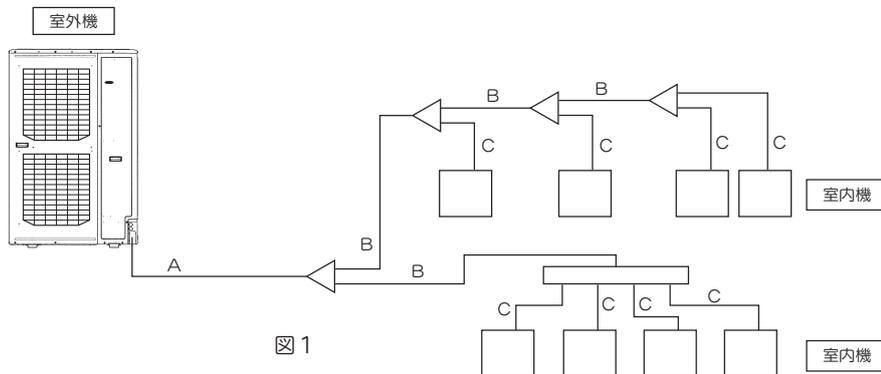

図1
(1) 主管(室外機～室内側の第一分岐間)：図1のA部
(2) 室内側の第一分岐～室内機の分岐間：図1のB部
(2) 室内機分岐～室内機間：図1のC部